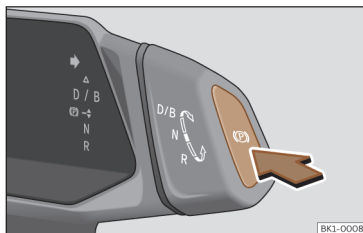

Fig. 118 En el selector de marchas: tecla del freno de estacionamiento electrónico.
- Con el vehículo detenido, pulse la tecla (P) » fig. 118.
- Pulse la tecla (P) » fig. 118. Se conecta el freno de estacionamiento electrónico.